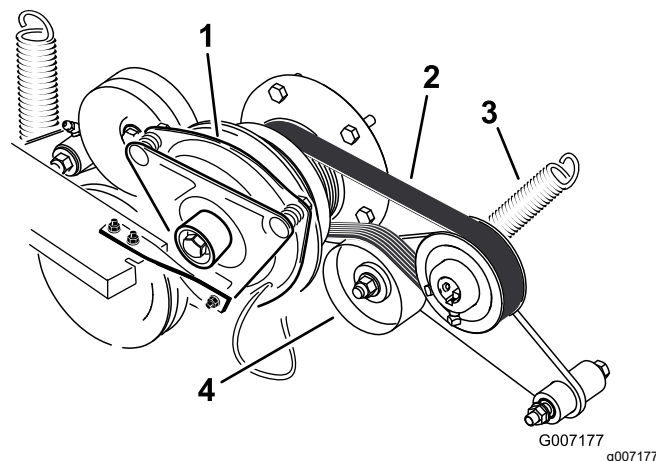

Рисунок 93
3. Снимите пружину с рычага натяжного ролика (Рисунок 93).
4. Проложите новый ремень вокруг шкивов двигателя и гидравлического насоса (Рисунок 93).
6. Установите пружину на рычаг натяжного ролика (Рисунок 93).